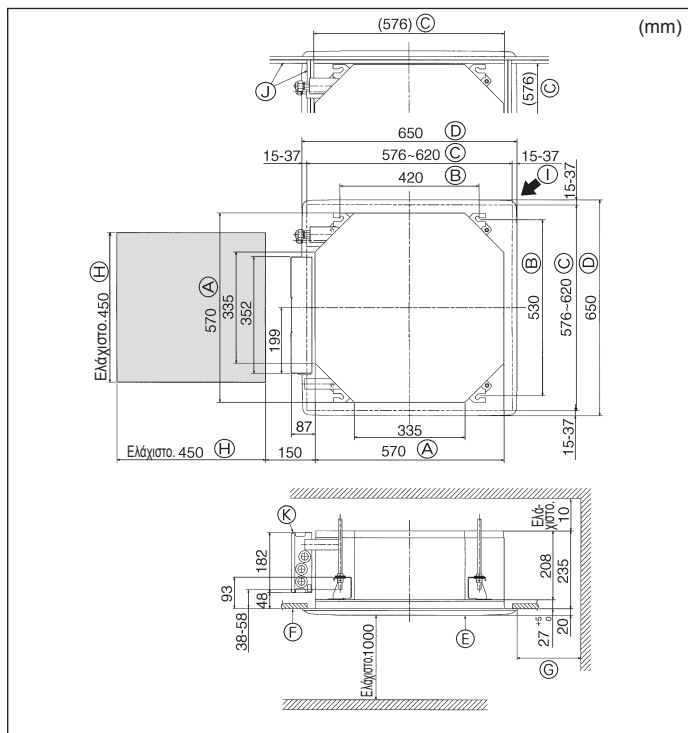

Fig. 2-2
2.2. Ανοίγματα στο ταβάνι και θέσεις για την τοποθέτηση των μπουλονιών ανάρτησης (Fig. 2-2)